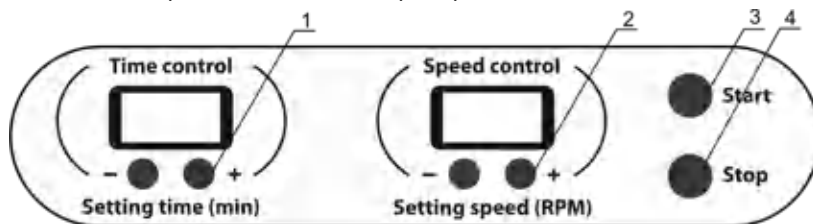

Рисунок 1. Рабочая панель
- 5.3. Используя соответствующие кнопки + и - (рис. 1/1), установите необходимый интервал времени работы (от 1 до 999 мин.). Установленное значение отображается на индикаторе **Time control**.
- 5.4. Используя соответствующие кнопки + и - (рис. 1/2), установите рекомендуемую методическим предписанием скорость (от 50 до 250 об/мин). Установленное значение отображается на индикаторе **Speed control**. Скорость можно регулировать и во время работы прибора.
- 5.5. Нажмите кнопку **Start** (рис. 1/3). Платформа начнет вращательное движение, а на индикаторе **Time control** начнется отсчет установленного интервала времени.
- 5.6. По окончании установленного интервала времени движение платформы прекращается и в течение 1 мин. звучит сигнал об окончании работы. Нажмите кнопку **Stop** (рис. 1/4) для прекращения звукового сигнала, при этом происходит сброс установленного интервала времени на ноль.